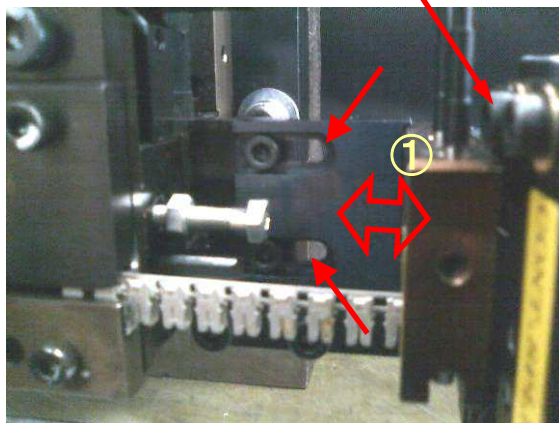
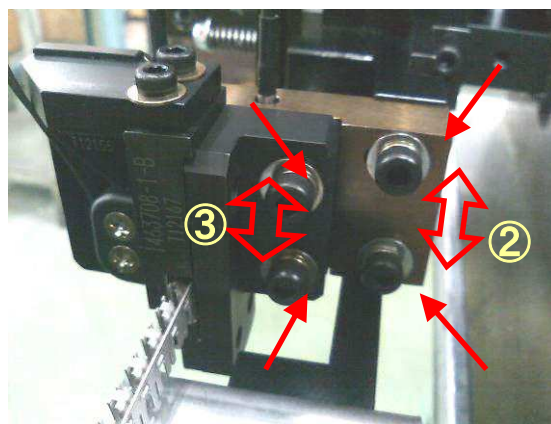

Fig 6-7-1
Fig 6-7-2
- ① 端子の送り位置を確定して下さい。
- ② 端子を送った際、問題無く端子スリットセンサーがONする様、端子スリットセンサーの上下左右位置を調整して下さい。 [Fig 6-7-1] [Fig 6-7-2]